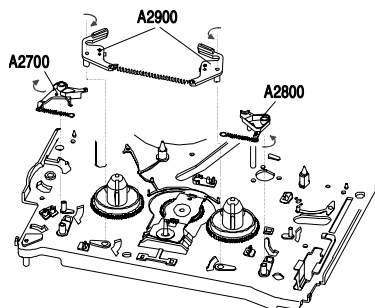

Fig. 19
- Bremsen (Pos. A2900, Fig. 19) in die angegebenen Pfeilrichtungen drehen und herausnehmen.
- Federn der Bremsen (Pos. A2700 / A2800, Fig. 19) aushängen.
- Bremsen (Pos. A2700 / A2800, Fig. 19) in die angegebenen Pfeilrichtungen drehen und herausnehmen.